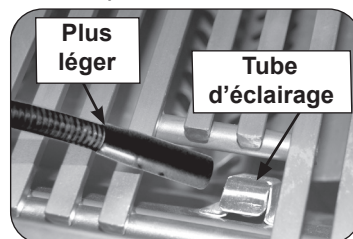

Fig. 28-2 Éclairage manuel via un tube d'éclairage
2. Passez un allumeur brûlant de butane de long-baril ou une allumette brûlante de long-tige dans la grille à cuire s'ouvrant au dessus du tube d'éclairage. (Fig. 28-2). Pour les brûleurs de dos ou les brûleurs infrarouges, maintenez la flamme contre la surface du brûleur de brûleurs arrière / infrarouge. Pour les favoris, maintenez la flamme contre le brûleur.